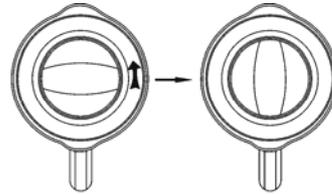

Fig. 3
- Durch die Öffnung in der Mitte des Deckels können Sie während des Funktionierens Zutaten hinzufügen und dann wenn notwendig die Messtasse positionieren. Die Abdeckung der Messtasse muss mit der Einkerbung der oberen Abdeckung übereinstimmen, heruntergedrückt werden und im Uhrzeigersinn gedreht werden, bis die obere Oberfläche mit der oberen Abdeckung auf einer Ebene ist (siehe Fig.3).